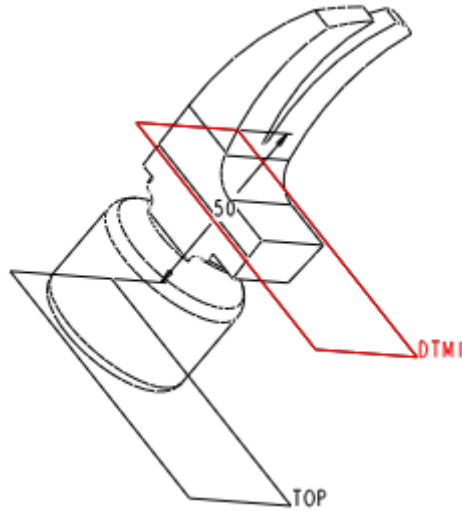

图 40-34
- (1) 首先使用创建基准平面工具,以平行偏移的方式建立一平行于 TOP 基准平面的基准面 DTM1,如图 40-34 所示。